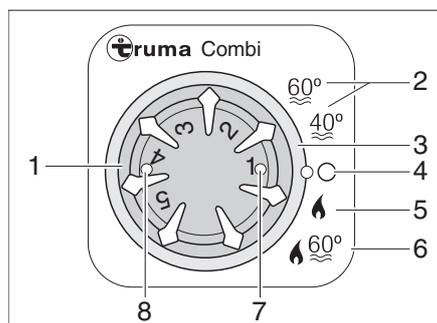

Bild 84 Bedieneinheit für Heizung/Boiler
Betriebsart wählen: ■ Betriebsart mit dem Drehschalter (Bild 84,3) einstellen.
Winterbetrieb Die Heizung wählt nach eingestellter Heizstufe selbstständig die benötigte Brennerstufe. Bei Betriebsart "Heizung und Boiler" (Bild 84,6) wird auch das Wasser im Boiler erhitzt. Die Heizung kann in der Betriebsart "Heizung ohne Boiler" (Bild 84,5) mit leerem Boiler betrieben werden.
- Temperatordrehknopf (Bild 84,1) an der Bedieneinheit auf gewünschte Heizstufe stellen.
- Drehschalter (Bild 84,3) auf Winterbetrieb "Heizung ohne Boiler" (Bild 84,5) oder auf Winterbetrieb "Heizung und Boiler" (Bild 84,6) stellen.
Grüne Kontroll-Leuchte (Bild 84,7) leuchtet.
- Drehschalter (Bild 84,3) auf "O" (Bild 84,4) stellen.
Die Kombination Gasbetrieb und 230-V-Elektrobetrieb verkürzt die Aufheizzeit (nur möglich, wenn die Heizung an der Bedieneinheit (Bild 84) auf Winterbetrieb gestellt ist).